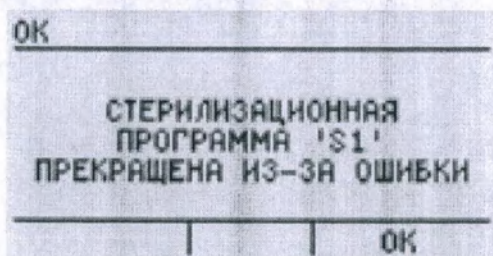

рис. 27
- ❖ В случае некорректной работы программы ход программы автоматически останавливается, на дисплее отображается сообщение соответствующего содержания (рис. 27).